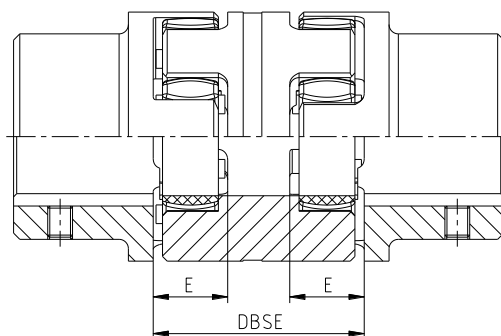

図 16: カップリングの取付け
- 距離寸法 E または DBSE になるまで機械を軸方向に移動して下さい (図 16 をご参照)。
- スパイダーをハブ間の中心に置き、寸法 E と S を確認して下さい (図 16 および第 1 章をご参照)。